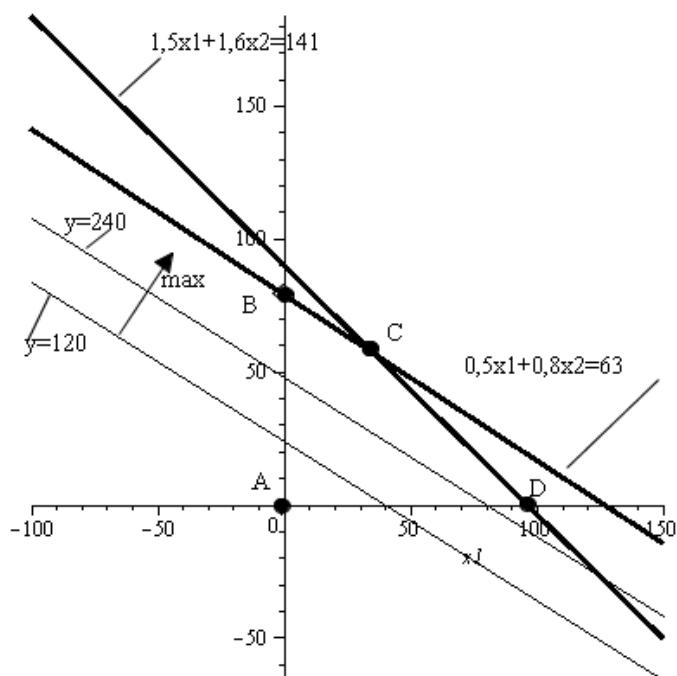

Рис. 1
4) Виділяємо багатокутник рішень. Перетин знайдених напівплощин утворює багатокутник рішень, область допустимих рішень Ω . У нашій задачі багатокутником рішень є чотирикутник ABCD на Рис.1.
6) Задаємо $y_0 = 60$ і $y_0 = 120$. Переміщаючи пряму паралельно самій собі, знаходимо точку максимуму С, дивись рис.1